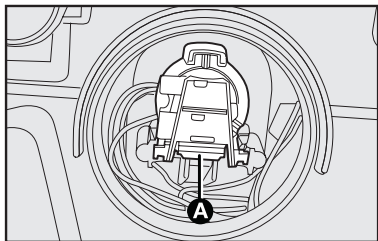

fig. 15
- presionar el dispositivo de bloqueo **A-fig. 15** y extraer el porta lámparas;